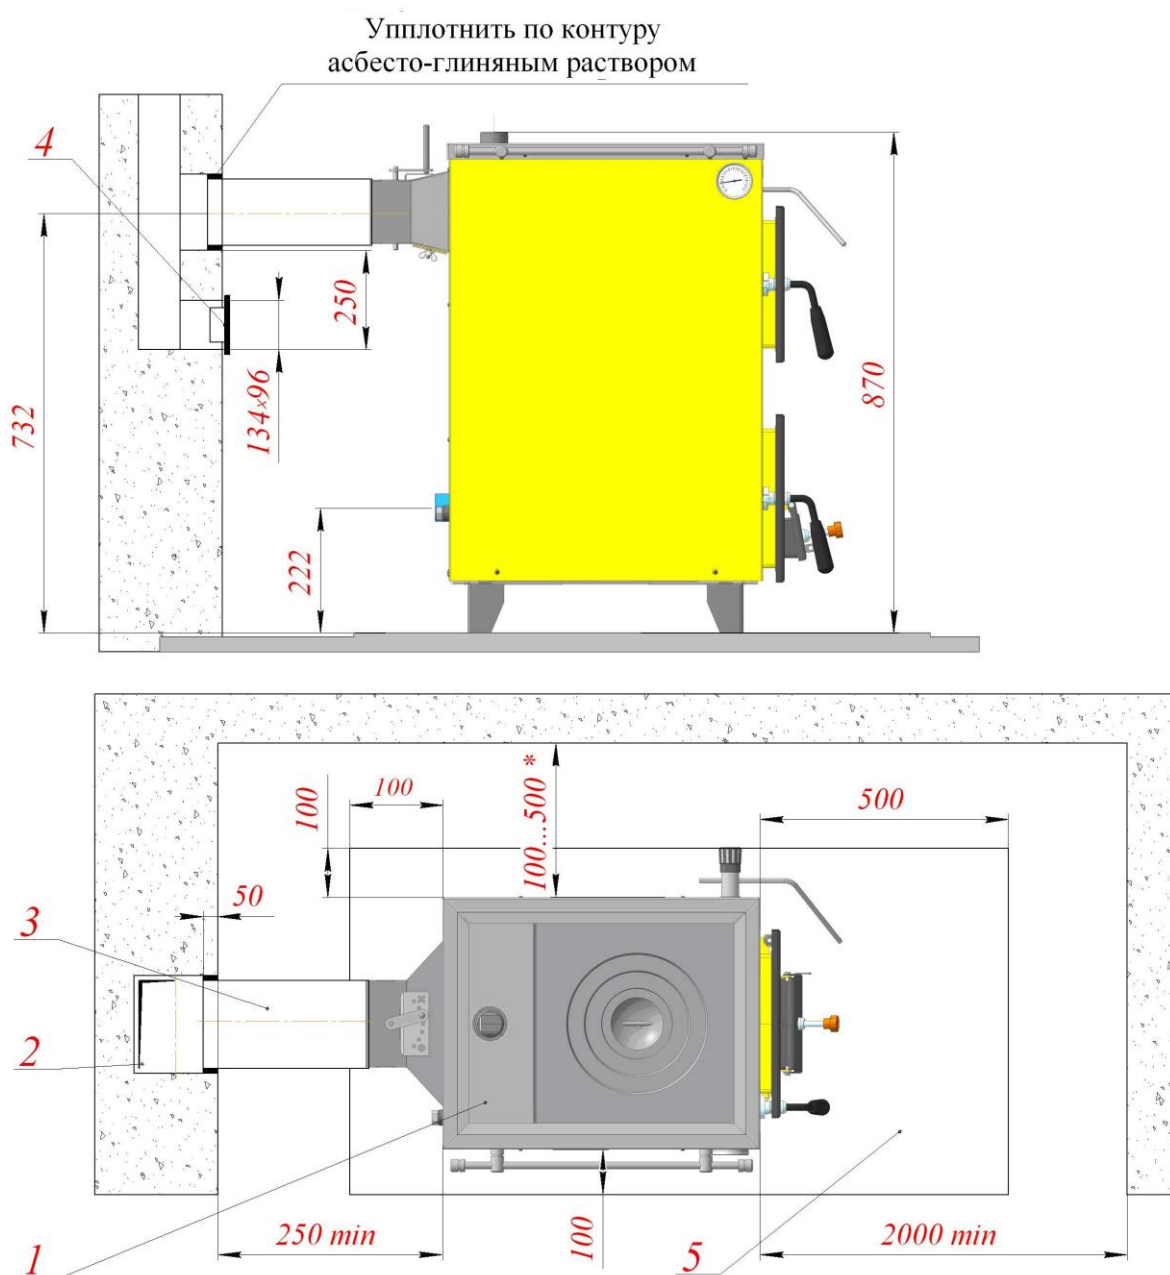

Рис. 3. Рекомендуемая схема установки аппарата и присоединения к дымовой трубе :
- рекомендуемые размеры для установки аппарата согласно рис. 3.